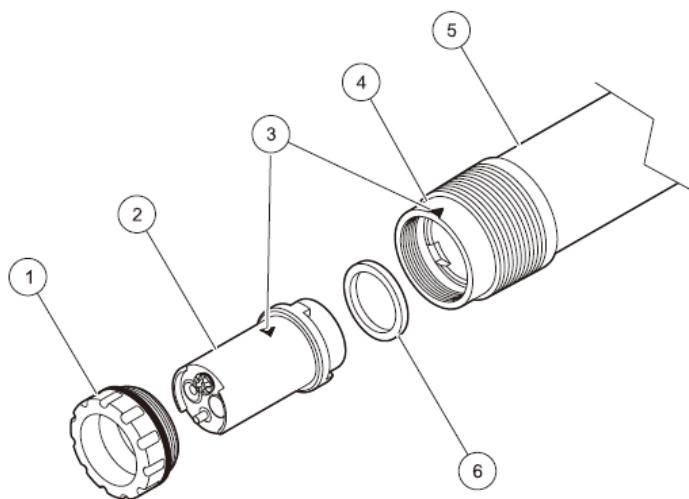

图 8 传感器组件
重要提示：在传感器适配器中，只有一个位置可以正确安装传感器柱。注意传感器柱以及传感器适配器上的标识。（见 14 页上的图 8）
- 3、 将传感器柱上的标识与传感器适配器对齐（见 14 页上的图 8），并将传感器柱连接到传感器适配器上。